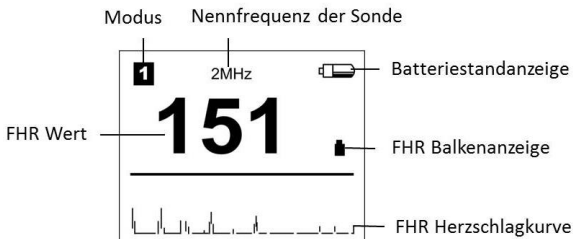

Abb. 3-4 LCD-Anzeige
1. Schalten Sie das Gerät durch Drücken der Power-Taste an (die LCD-Anzeige ist wie in Abb. 3-4 gezeigt).